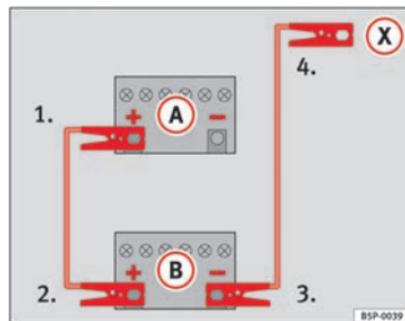

Fig. 173 Schéma de branchement pour les véhicules non équipés du système Start-Stop.
- Raccordez une extrémité du câble de démarrage *rouge* au pôle positif (+) du véhicule dont la batterie est déchargée (A) ⇒ fig. 173.
- Raccordez l'autre extrémité du câble de démarrage *rouge* à la borne positive (+) du véhicule fournissant le courant (B).
- Raccordez une extrémité du câble de démarrage *noir* à la borne négative (-) du véhicule fournissant le courant (B) ⇒ fig. 173.
- Raccordez l'autre extrémité du câble de démarrage *noir* (X), sur le véhicule avec la batterie déchargée, à une pièce en métal massif vissée au bloc-moteur ou directement au bloc-moteur, mais le plus loin possible de la batterie (A).
- Raccordez une extrémité du câble de démarrage *rouge* au pôle positif (+) du véhicule dont la batterie est déchargée (A)